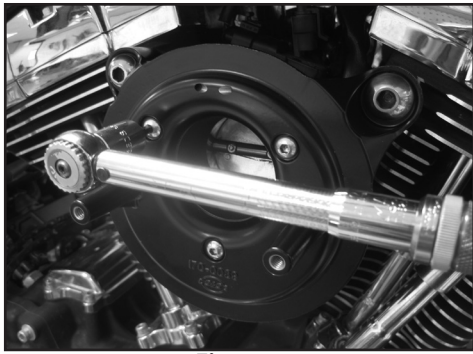

Figura 6
7. Ora che la piastra è in posizione, stringere fino in fondo le viti 1/4" X 20 della piastra a 72 in.-lbs. come illustrato nella figura 6.